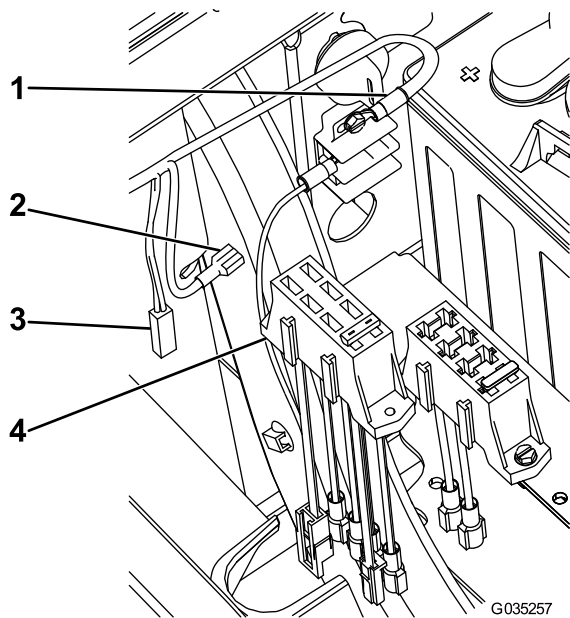

Figura 17
- **Per le macchine con numero di serie 403448001 e precedenti**, inserite a scatto il nuovo portafusibili sul portafusibili esistente della macchina (Figura 17).
3. Collegate il connettore grande sul nuovo portafusibili al cavo elettrico opzionale sul portafusibili preesistente (Figura 17).
7. Collegate il filo rimanente al filo di apporto sul nuovo portafusibili (Figura 17).
2. Collegate il connettore grande sul nuovo portafusibili al cavo elettrico opzionale sul portafusibili preesistente (Figura 17).
6. Collegate il filo rimanente al filo di apporto sul nuovo portafusibili (Figura 17).